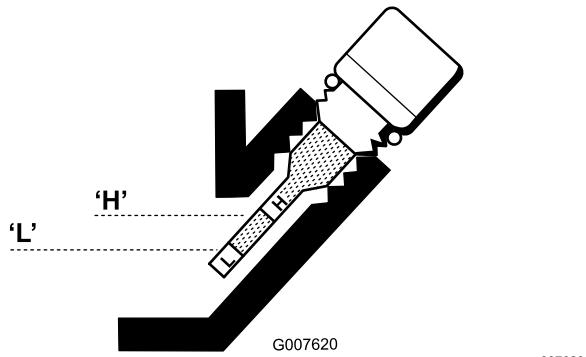

Figure 35
- Si le niveau est trop bas, ajoutez juste assez d'huile pour le faire monter entre les repères « H » et « L » sur la jauge (Figure 35). Vérifiez le niveau d'huile.